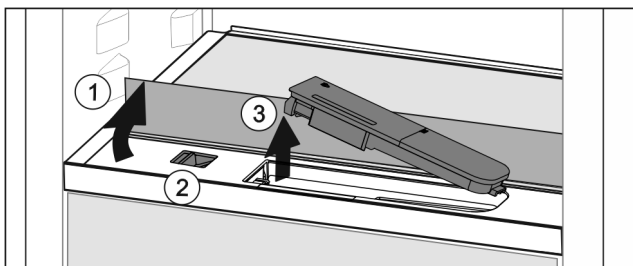

Fig. 119
- ▶ Glasplaat heffen en tot de aanslag naar achter klappen Fig. 119 (1).
- ▶ Schuif Fig. 119 (2) naar links schuiven.
- ▶ Waterreservoir eruit halen Fig. 119 (3).